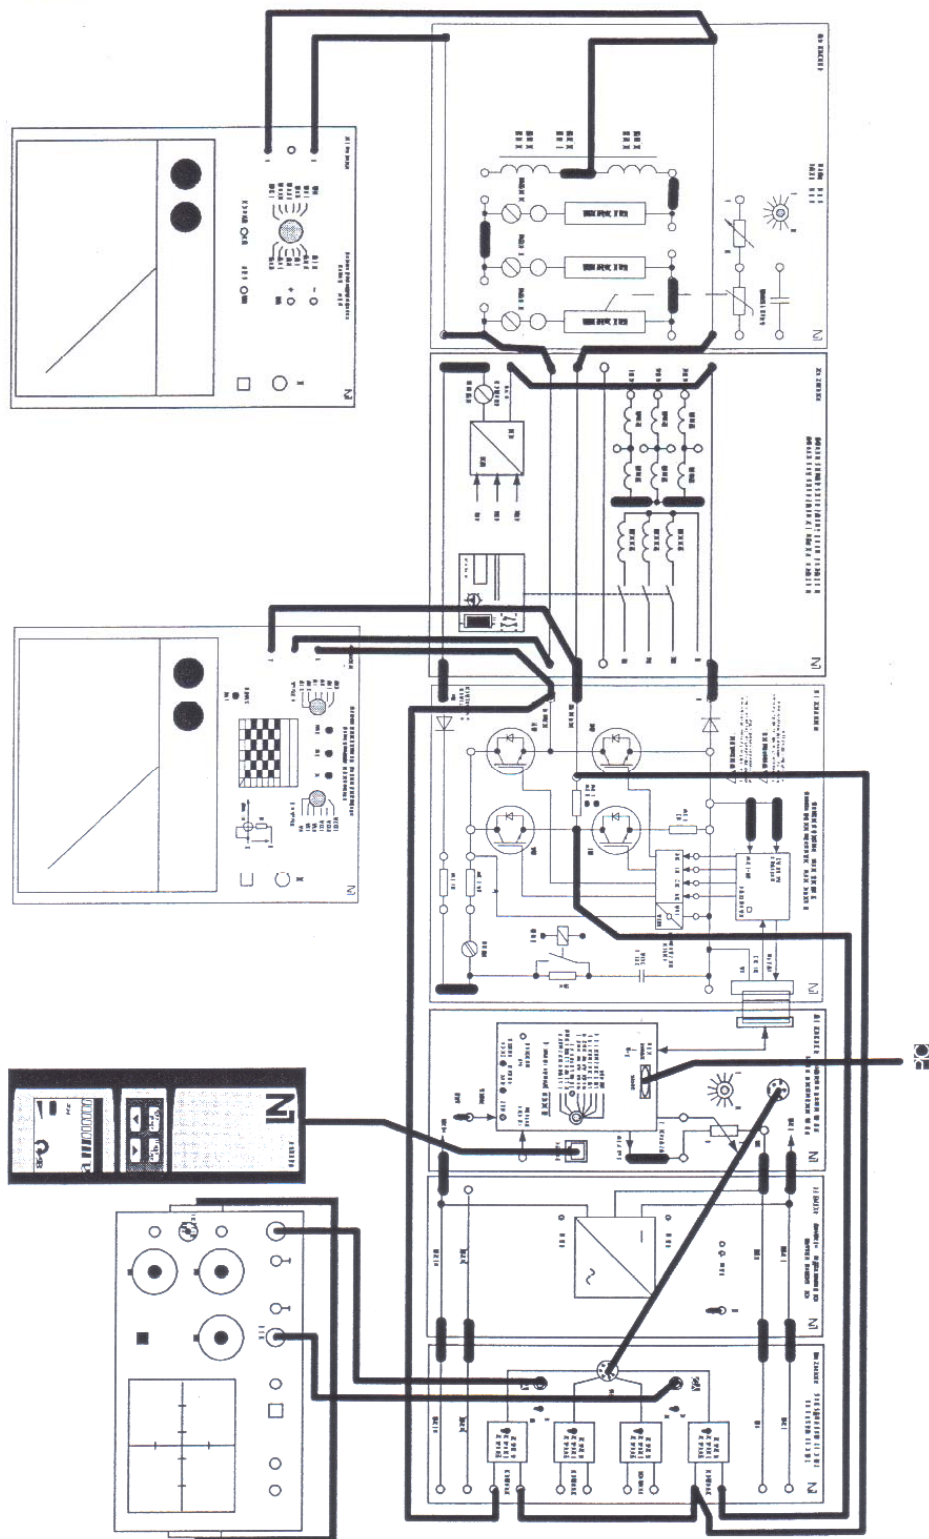

Fig V.3 : Schéma de connexions d'un onduleur monophasé
- Réalisez le circuit électrique comme indiqué dans la **figure V.3**.